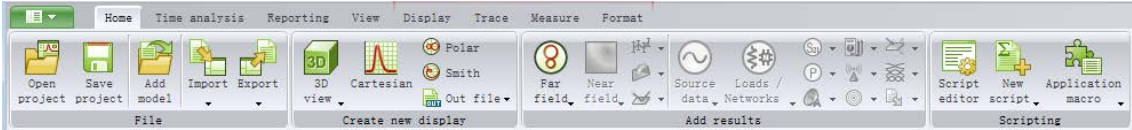

图 3-33 “Home” 菜单中的按钮
1) “Home” 菜单中的按钮如图 3-33 所示，具体说明见表 3-15。